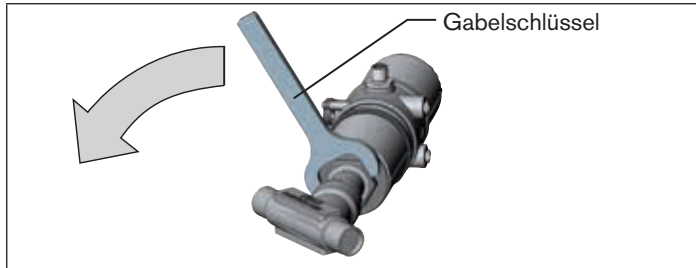

Bild 7: Drehen mit Gabelschlüssel
- ▶ Den Antrieb **nur im vorgegebenen Richtungssinn** drehen (siehe „Bild 7“!)